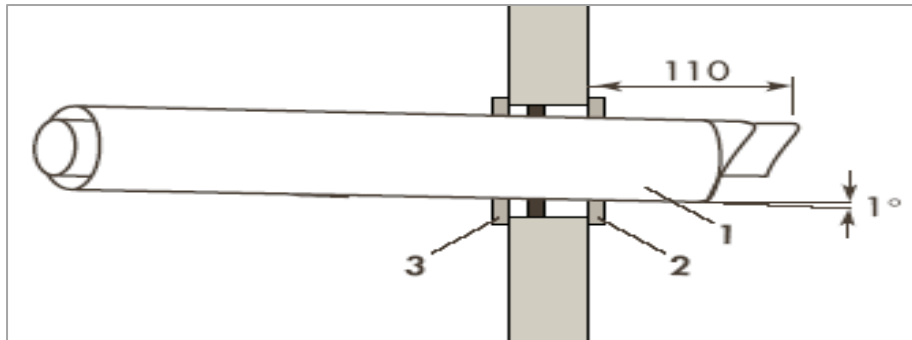

рис. 2
- Проверка соблюдения норм монтажа дымохода. Наличие тяги для атмосферного (см. рис 3 и 4), правильность монтажа коаксиальной трубы (наклон на улицу, см. рис. 2) для турбированного. Проверка рекомендованного вылета (110 мм) коаксиальной трубы на улицу (см. рис. 3). При невыполнении условий – примечание в акт пуска.